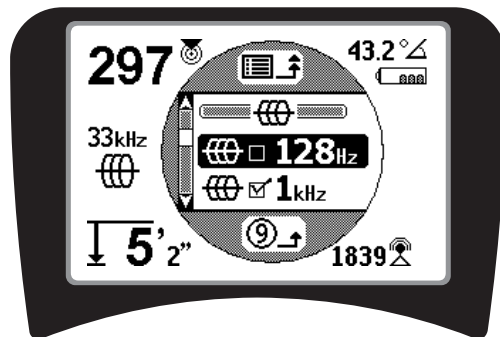

Figura 16 – Realce de la frecuencia deseada (128 Hz)
2. Mediante las flechas de búsqueda ascendente y descendente, realce la frecuencia que desea. En la *Figura 16* más abajo, el operario se encuentra activando una frecuencia de 128 Hz.